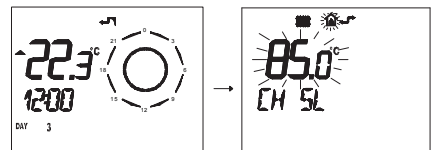

Рисунок 5.68
- Нажмите и удерживайте 3 секунды кнопку **P**, чтобы войти в режим **INFO** (Рисунок 5.68).